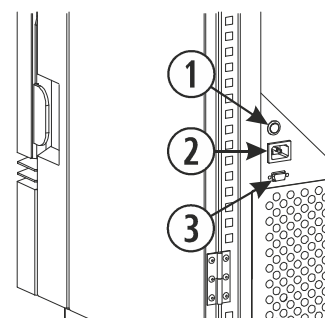

Figura 12
- *ECO III*: Sulla connessione di corrente della stufa (figura 12).